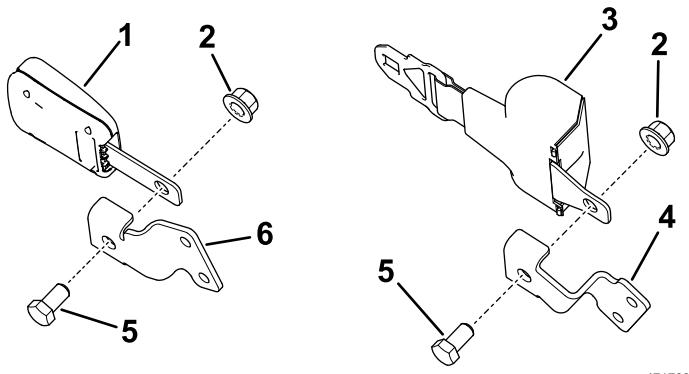

Рисунок 9
- Установите ремни безопасности, прикрепив замок и язычок к внутренней части кронштейнов ремня безопасности с помощью 2 болтов с шестигранной головкой (1/2 x 1 дюйм) и 2 контргаек (1/2 дюйма), как показано на Рисунок 9.